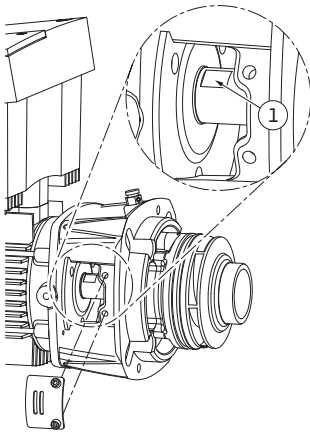

Fig. 51: Schlüssel­flächen auf der Welle
15. Einen Maulschlüssel, optimale Schlüsselweite 22, mm in das Laternenfenster einführen und die Welle an den Schlüsselflächen festhalten (Fig. 51, Pos. 1). Die Laufradmutter (Fig. 7, Pos. 15) ausdrehen. Das Laufrad (Fig. 7, Pos. 16) wird automatisch von der Welle abgezogen.
24. Bei der Laufradmontage einen Maulschlüssel, optimale Schlüsselweite 22 mm, in das Laternenfenster einführen und die Welle an den Schlüssel­flächen festhalten (Fig. 51, Pos. 1).